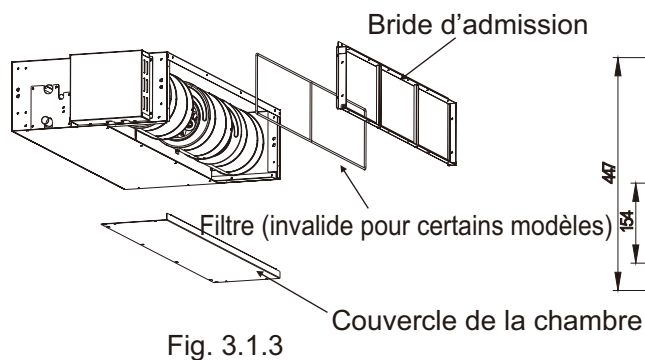

Fig. 3.1.3
- (1) Retirez la bride du côté d'admission, puis retirez le couvercle de l'armoire. Reportez-vous à la Fig. 3.1.3 pour les instructions.